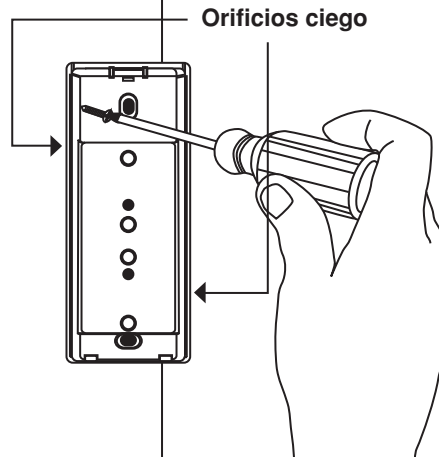

Figura 2
- Inserte los dos tornillos y apriételos a mano (vea Figura 2).